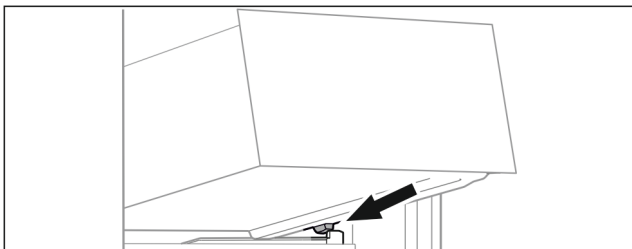

Fig. 15
- ▶ Schubfach schräg hinter den Stoppern auf die Behälterrippe aufsetzen Fig. 15 (1).